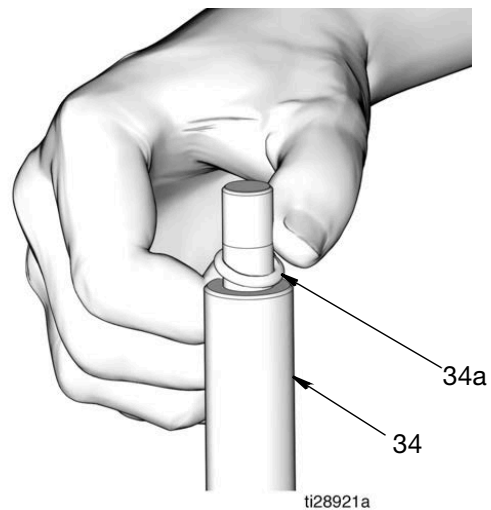

图 30
5. 在 O 形圈 (34a) 上抹上薄薄一层滑脂。将 O 形圈安装在活塞杆 (34) 的沟槽上 (图 30)。